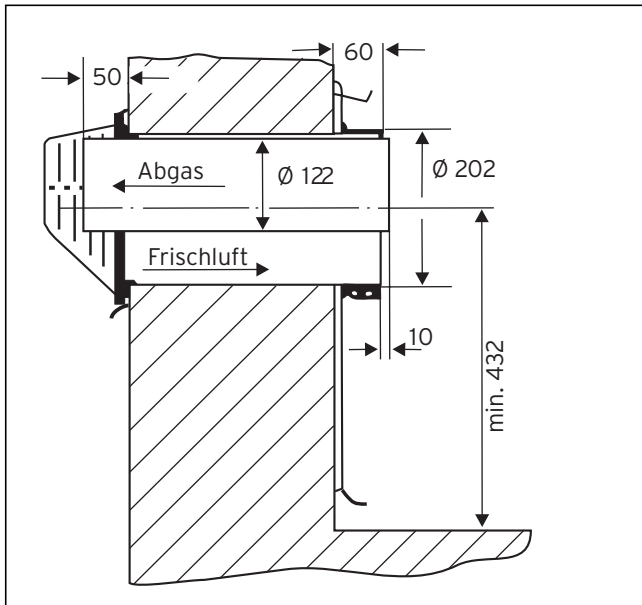

Abb. 4.7 Mauerquerschnitt mit normaler Windschutzeinrichtung
- Zunächst den Mauerdurchbruch mit einem Durchmesser von 205 mm in einer Höhe von mindestens 432 mm (siehe Abb. 4.7) und einem Gefälle von 1 - 2 % nach außen vorbereiten.